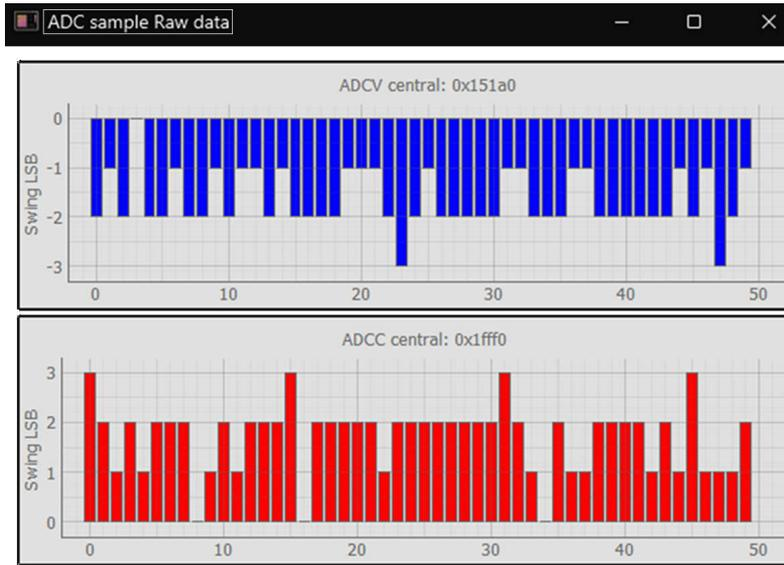

図 4-6. ADC スイング LSB ウィンドウ
*ADC\_Curve* にチェックを付けると、ADC の未加工データを表示するプロット インターフェイスが現れます。図 4-6 を参照してください。2 つのプロットに ADC 読み取り電圧と電流の未加工データが表示されます。各プロットの見出しには、サンプリングの中心データを示す中心値が含まれています。y 軸は「中央」の 16 進数値からの誤差の LSB データを示します。x 軸は時間ステップ 0.5 秒で合計 50 個のサンプルを表示するサンプリング データを表します